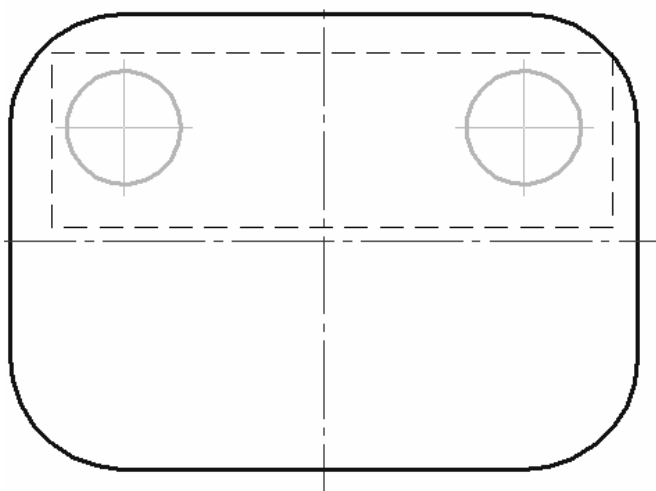

Рис. 2.17
9.5. Прервать работу команды Симметрия. Выполнить пункт 9.2 применительно к верхним отверстиям на пластине (рис. 2.17).